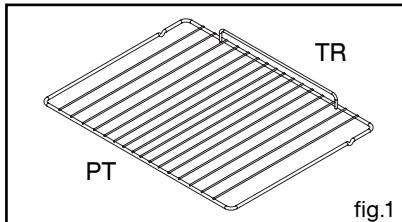

fig.1
• **Grelha de segurança antibasculamento (fig.1)**
Exemplo: posição “” (fig.1).
Exemplo: indicação de temperatura 210° (fig.1).